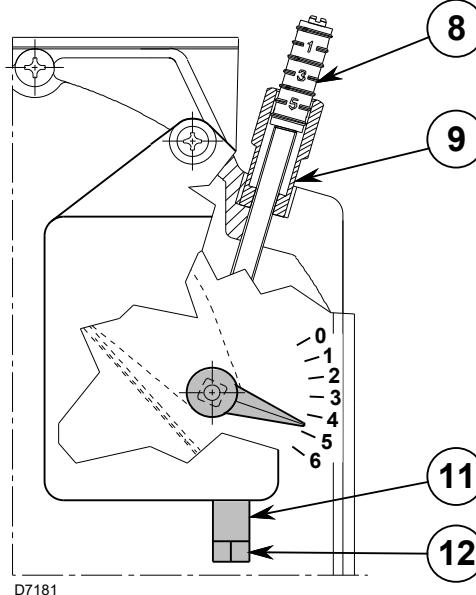

Fig. 15
Il primo avviamento deve sempre essere effettuato, agendo sulla vite 12)(Fig. 15), in modo che l'indice della posizione serranda aria di 1° stadio sia superiore a tacca 1, (taratura di fabbrica tacca 1).
- Allentare il dado 9) e agire sulla vite 8)(Fig. 15) per regolare la portata di aria di 2° stadio (vedi valori di CO2 riportati nella Tab. T).
- Regolare il 1° stadio agendo sulla vite 12) dopo aver allenato (*senso orario*) il dado 11)(Fig. 15) facendo riferimento alla tabella sottostante per i valori di CO2.
- Una volta raggiunta la regolazione ottimale bloccare (*senso antiorario*) il dado 11)(Fig. 15). All'arresto del bruciatore, la serranda aria per effetto del suo peso, si chiude automaticamente, fino ad una depressione massima al camino di 0,5 mbar.